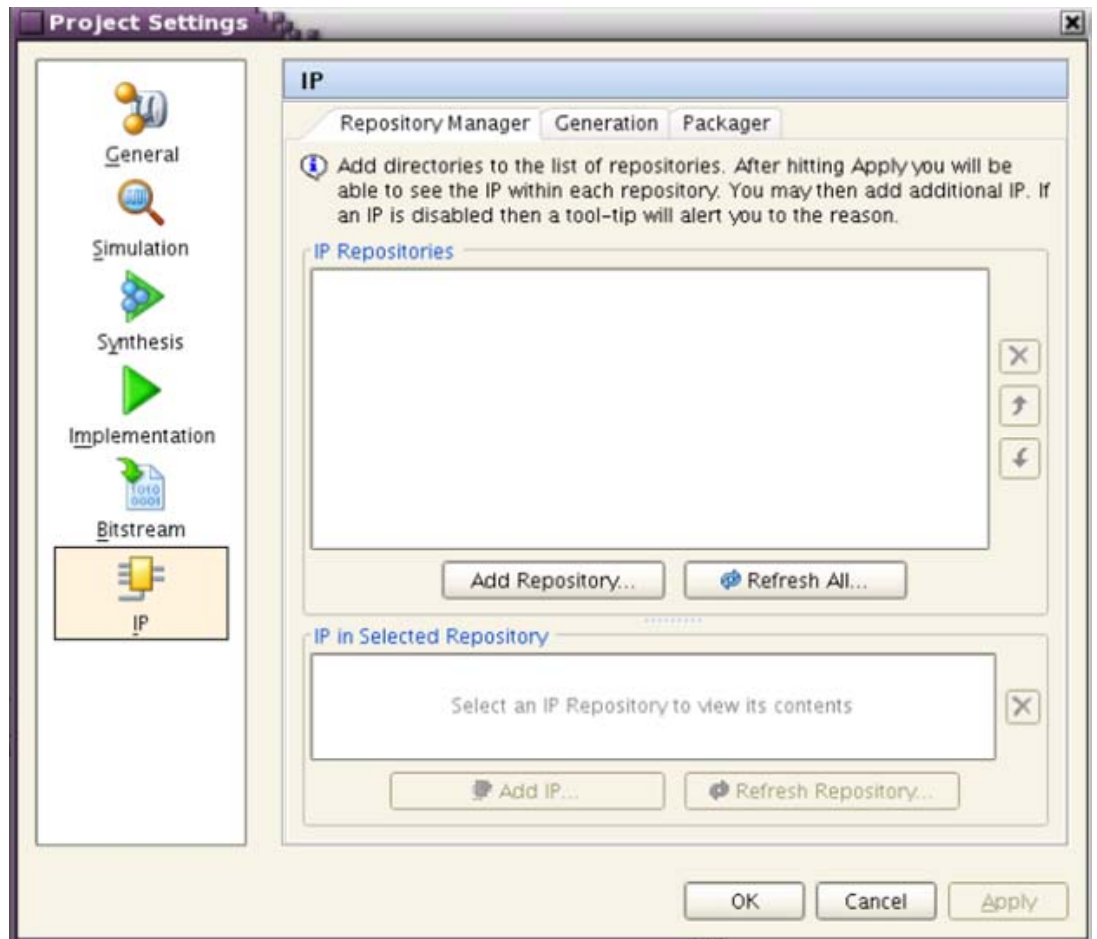

図 29 : [Project Settings] : IP Repository Manager
3. [Project Settings] で [Add Repository] をクリックします (図 29)。